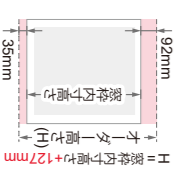

図2
- ※2 外用ボトムチャネルを取り付けるため、89mm前部フエイクの場合には、オーダー高さは、窓枠寸高さに127mm(92mm+35mm)を足してください。114mm前部フエイクの場合には窓枠内寸高さに150mm(115mm+35mm)を足してください。(図2)